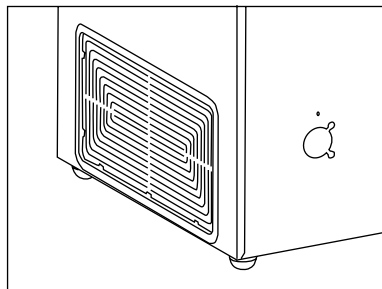

Рис. 1
**ВНИМАНИЕ!** Необходимо обеспечить свободный доступ к вентиляционной решетке (рис. 1).